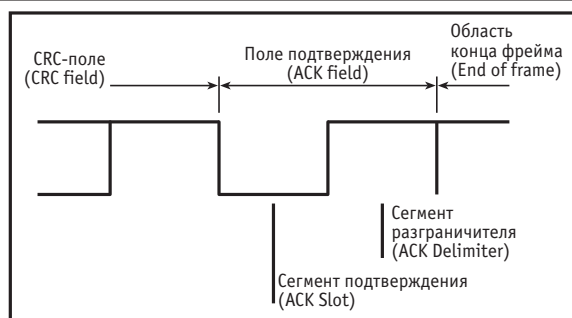

Рис. 5. Поле подтверждения фрейма данных
- Поле подтверждения ACK Field (рис. 5) содержит участки ACK Slot и ACK Delimiter и выполняет следующую функцию: передающий узел посылает по одному рецессивному биту на каждом из участков, а приемник, если он принял сообщение без сбоев, устанавливает на линии доминирующий бит в поле ACK Slot. При наложении рецессивного и доминирующего уровней на линии устанавливается доминирующий, и это событие сигнализирует передающему узлу о том, что передача прошла нормально и повтор не требуется.